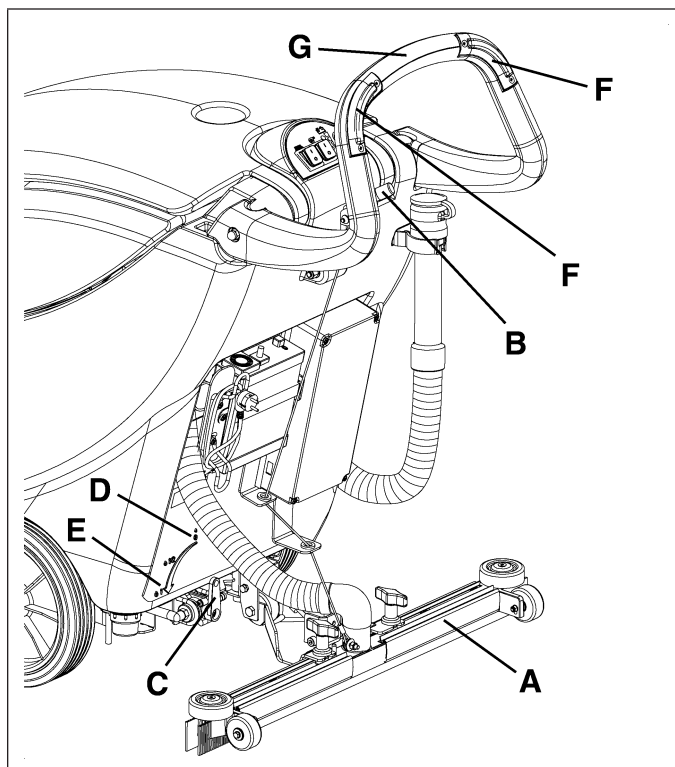

Figure 15
2. Baisser l'embouchure (A, Fig. 15) en tournant le levier (B) vers le bas.
3. Positionner le levier de réglage du flux de solution (C, Fig. 15) dans une des positions suivantes, selon le type de nettoyage à effectuer :
- Système ECO : en positionnant le levier (C, Fig. 15) sur ECO (D), la machine travaille en condition d'emploi programmé de l'eau (économie) ; en effet, puisque le flux est prédéterminé et constant, la machine peut travailler avec une autonomie de nettoyage de 70-80 minutes [0.08 gal/min (0,3 litres/min)].
- Système variable : en tournant le levier à gauche dans la position relative au flux variable (E, Fig 15), il est possible d'augmenter le flux jusqu'à un débit maximum de 0.26 gal/min (1 litre/min).
5. Tout en gardant les mains sur le guidon (G, Fig. 15) démarrer la machine en appuyant sur l'un ou les deux boutons-poussoirs de validation (F).
6. Relâcher les boutons-poussoirs (F, Fig. 15).
8. Baisser l'embouchure en tournant le levier (B, Fig. 15) vers le haut, jusqu'à fin de course.